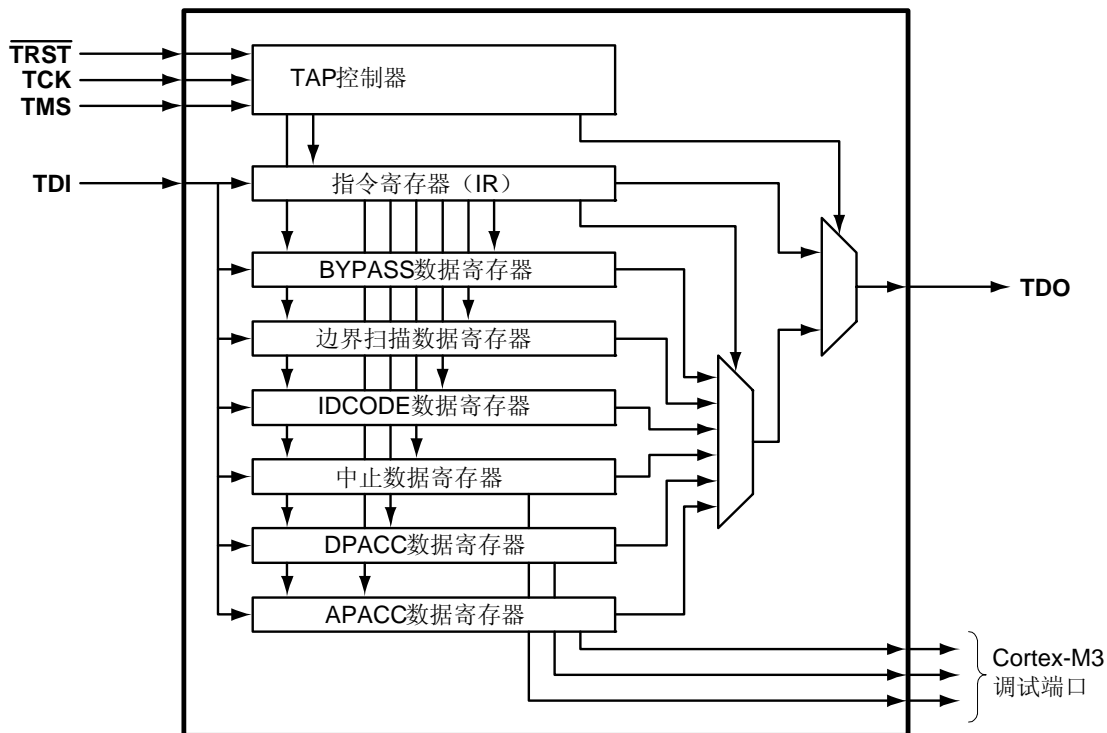

图 5.1 JTAG 模块结构图
JTAG 模块的高级概念图如 图 5.1 所示。JTAG 模块由测试访问端口 (TAP) 控制器和带有并行更新寄存器的串行移位链组成。TAP 控制器是一个简单的状态机，它由  $\overline{\text{TRST}}$ 、TCK 和 TMS 输入管脚控制。TAP 控制器的当前状态取决于  $\overline{\text{TRST}}$  的当前值以及 TMS 管脚在 TCK 信号上升沿所捕获的值的序列。TAP 控制器决定了串行移位链何时捕获新数据，何时将数据从 TDI 移向 TDO，以及何时更新并行加载寄存器。TAP 控制器的当前状态还决定了正在访问的是指令寄存器 (IR) 链还是其中一个数据寄存器 (DR) 链。